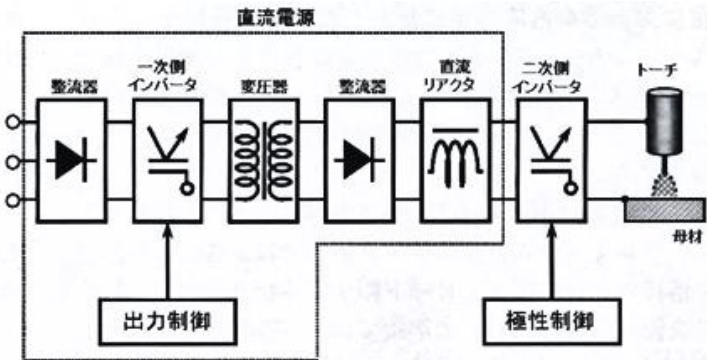

図 266-6 インバータ制御式交流ティグ溶接電源の構成
④ D-9&D-10・・・交流周波数制御
- インバータ制御式交流溶接電源は、**図 266-6** に示すように、2 種類のインバータ回路を持ち、出力レベルと極性をそれぞれのインバータ回路で独立に制御する。